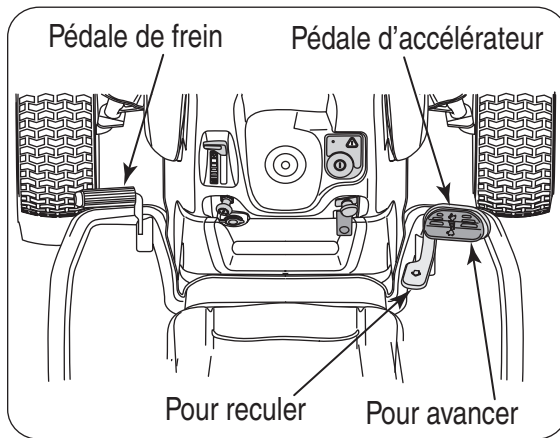

Figure 7
- Pour avancer : Appuyez lentement sur la partie supérieure de la pédale d'accélérateur jusqu'à l'obtention de la vitesse désirée. Voir la Figure 7.
- Pour reculer : Vérifiez derrière vous, puis appuyez lentement sur la partie inférieure de la pédale d'accélérateur avec l'avant-pied (pas le talon) jusqu'à l'obtention de la vitesse désirée. Voir la Figure 7.